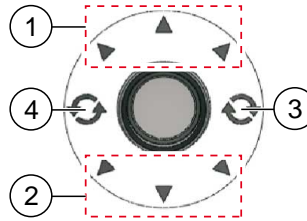

Fig. 3: Funciones del joystick
- Avance/retroceso Fig. 3 (1,2)
- Áreas de giro Fig. 3 (3,4)
- En las áreas de movimiento de avance (1) o retroceso (2) es posible desplazar la caravana en la dirección seleccionada de forma gradual.
- Si se mueve el joystick lateralmente dentro de un área de giro, la caravana gira hacia la derecha (3) o izquierda (4) en torno a su propio eje.